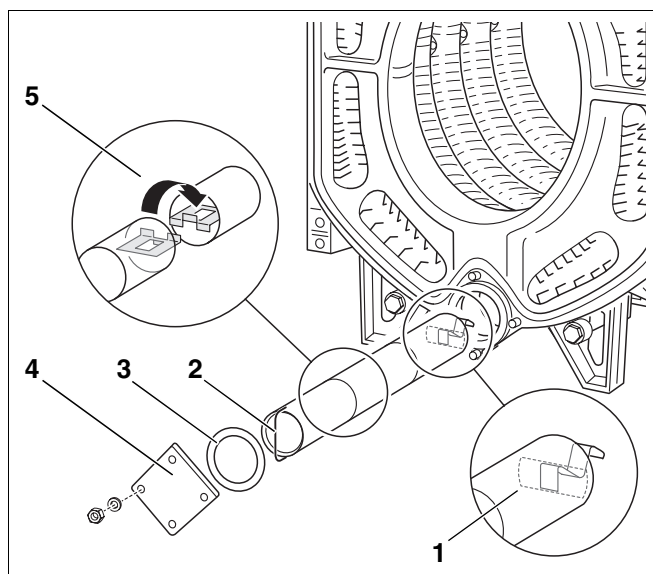

Fig. 23
- **Skub først fordelerrøret med fjeder (L₃) ind i den nederste nippelgang (Fig. 23, pos. 1).**
- Sæt de øvrige fordelerrør (L₂) sammen som vist på detailtegningen (Fig. 23, **pos. 5**).
- Sæt fordelerrøret med håndtagsstykket (L₁) på til sidst (Fig. 23, **pos. 2**).
- Luk den nederste nippelgang med pakning (Fig. 23, **pos. 3**) og blindflange (Fig. 23, **pos. 4**).